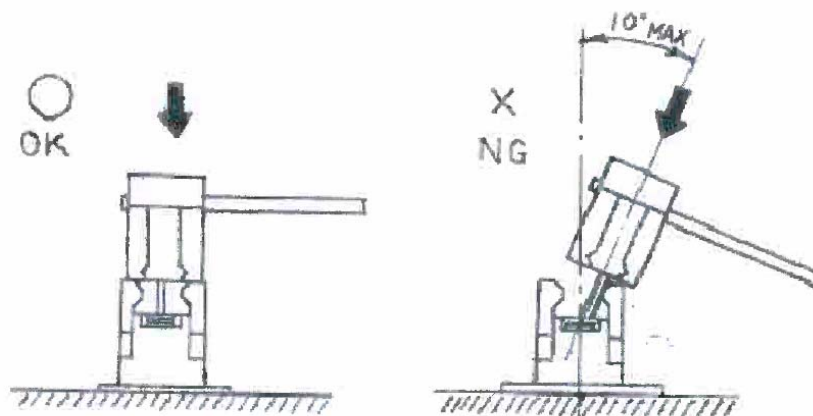

FIG. 1
- (1) プラグコネクタ嵌合時は、FIG.1 に示しますように垂直に近い状態で嵌合をお願い致します。